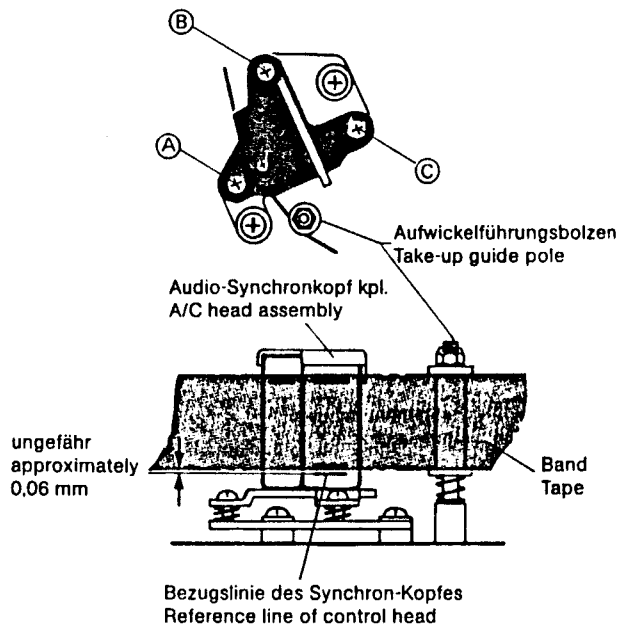
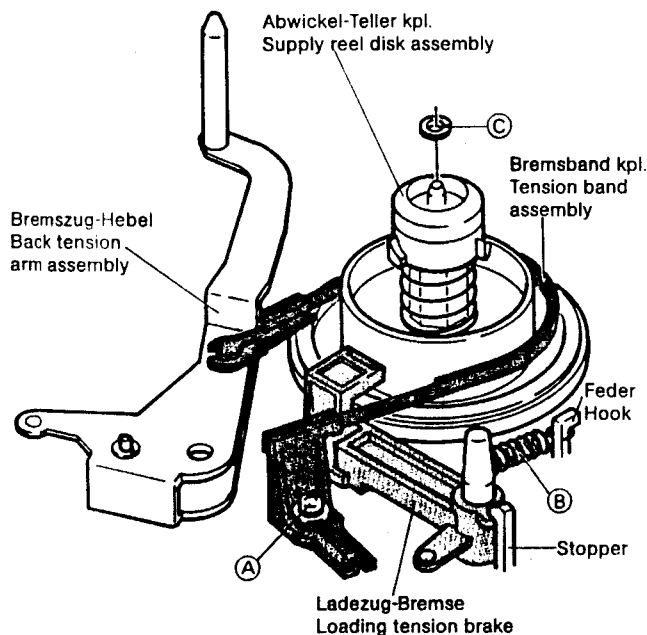

Fig. 4.9 Audio-Synchron-Kopf justieren
Fig. 4.10 Wickelteller und Bremsband ausbauen
Evtl. mit Schraube (C) richtigen Bandlauf am Führungsbolzen einstellen. Den Führungsbolzen selbst nicht verstellen (Fig. 4.9).
3. Mit den Schrauben (A), (B) und (C) die Höhe und Neigung des Kopfes einstellen, bis maximales Signal erreicht ist.
If necessary adjust for correct tape run at the guide pole with screw (C). Do not adjust the guide pole itself (Fig. 4.9).
3. Adjust the height and inclination of the head for maximum signal with screws (A), (B) and (C).
A) Ausbauen: (Fig. 4.10)
1. Schraube (A) entfernen und Bremsband abnehmen.
2. Feder (B) aushaken, Plastik-Stopper leicht zurückbiegen und Lade-Bremse nach oben abnehmen.
3. Wickel-Teller nach Entfernen der Schlitzscheibe (C) nach oben abnehmen. Auf Unterlegscheiben achten. Unter Umständen muß zum Entfernen des Abwickel-Tellers das Gerät durch Drücken der START-Taste eingefädelt werden.
A) Dismantling: Fig. 4.10
1. Take out screw (A) and take off the tension band.
2. Unhook spring (B). Bend the plastic stop slightly backwards and lift off the loading tension brake.
3. Take off spring clip (C) and lift off the reel disk. Take care not to mislay the washers. In certain circumstances the recorder must be threaded by pressing the START button in order to remove the reel disk.